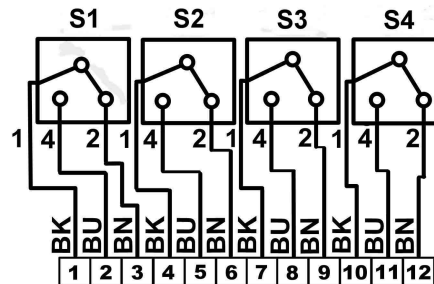

Bild 9: Anschluß der Schalter an die Klemmen nach Bild 2
- Option: 4 - 6x mechn. Crouzet-Endschalter mit vergoldeten Kontakten, Typ.: 83161.806, Wechsler, $U_{\max} = 30 \text{ V AC}$, $I_{\max} = 5 \text{ A AC}$, $U_{\max} = 4 \text{ V DC}$, $I_{\min} = 1 \text{ mA DC}$, weitere techn. Daten siehe Bild 9 Seite 6